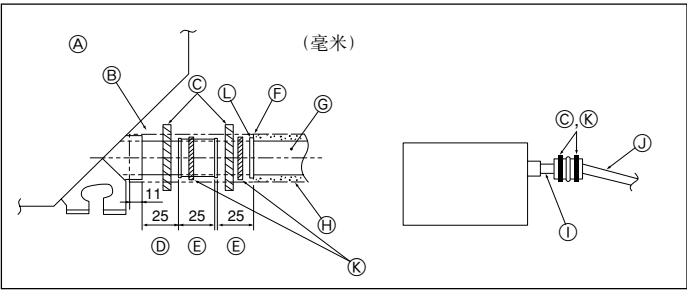

Fig. 3-5
1. 将排水插座 (本机提供) 连接至排水口。(Fig. 3-5) (使用PVC胶粘贴导管，然后使用扎带固定。)
- ① 本机
- ② 绝热材料
- ③ 扎带 (大)
- ④ 排水口 (透明)
- ⑤ 插入边缘
- ⑥ 匹配